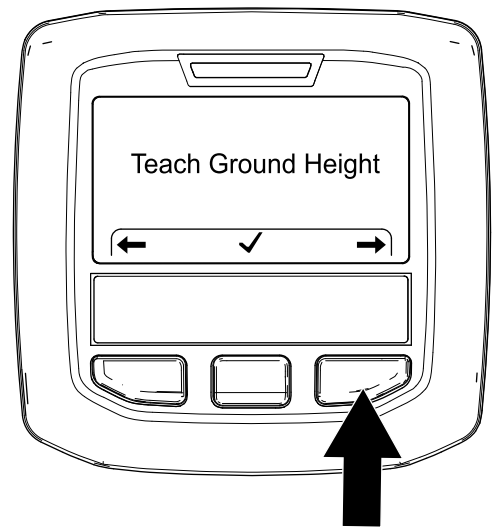

図 46
2. インフォセンターの右ボタンを 2 回押して「タインの地上高キャリブレーション」 Calibrating the Tine Ground Height画面を出す 図 46。